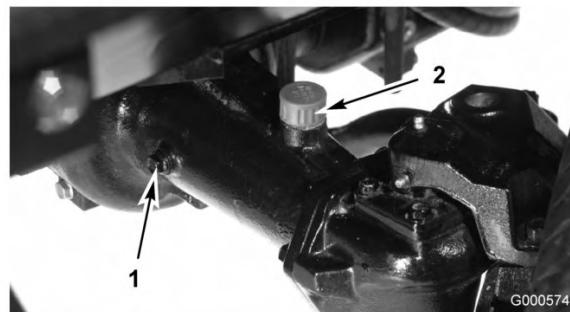

図 47
2. アクスルの一方の端部から点検用プラグ（図 47）を抜き、穴の高さまで潤滑油があることを確認する。量が不足の場合は、給油プラグ（図 47）をはずして補給する。